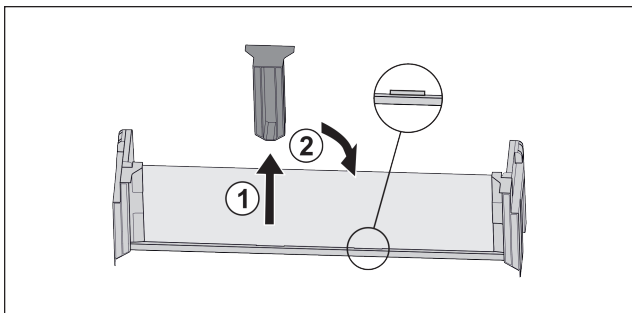

Fig. 90
- Изтеглете средната задържаща част Fig. 90 (1).
- Вкарайте средната задържаща част на втората позиция Fig. 90 (2).